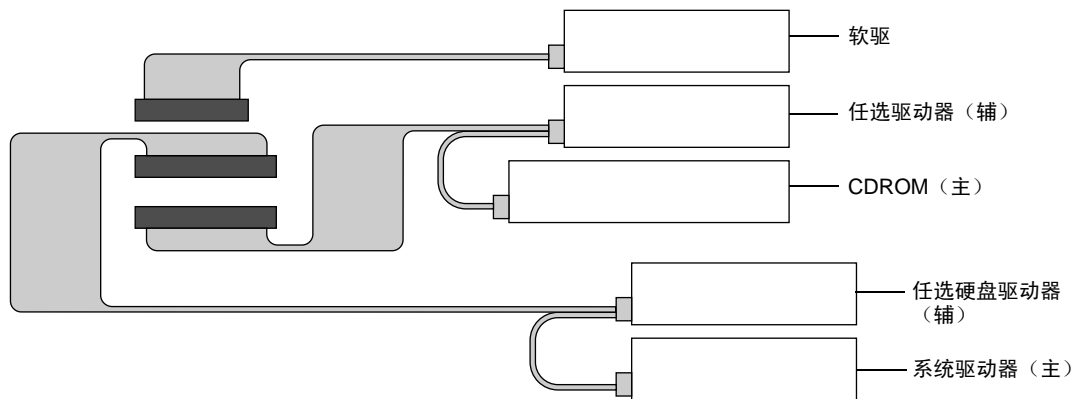
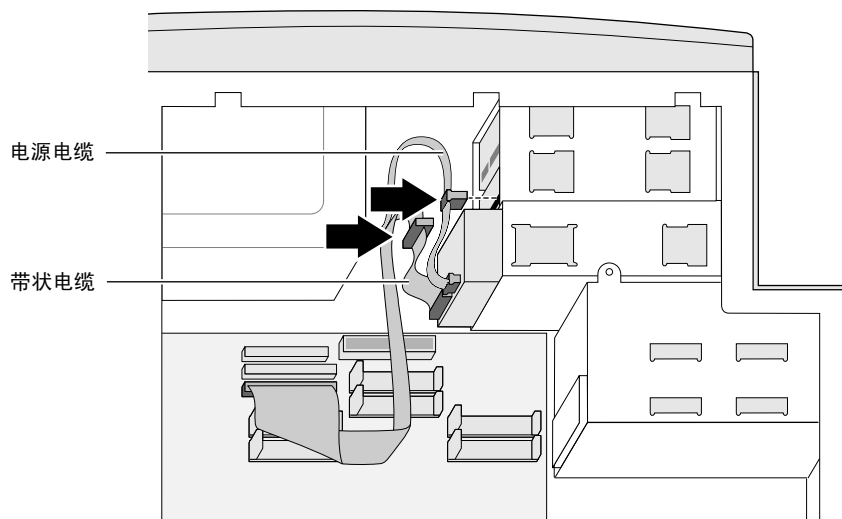
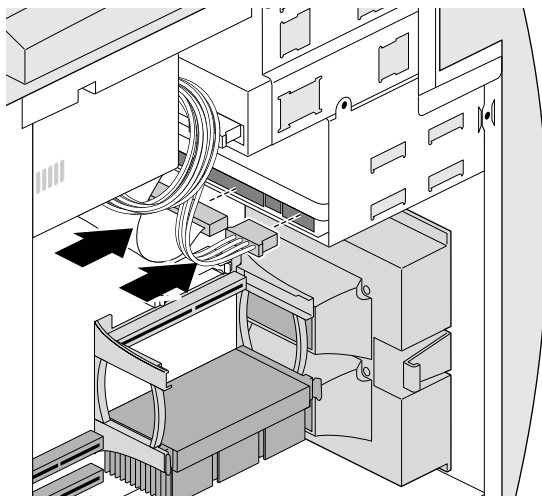

图 4-1 内部 EIDE 驱动器的配置与电缆连接
图 4-6 将电缆连接到可拆除介质驱动器
图 4-14 将电缆连接到内部硬盘驱动器
参考图 4-1 可获得内部 EIDE 驱动器的正确配置与电缆连接信息。
9. 连接电源电缆和带状电缆，具体如图 4-6 所示。如要查看驱动器带状电缆的正确连接图表，请参阅图 4-1。
- 检查确保电源电缆和带状电缆已正确连至驱动器后部（见图 4-1）。
12. 将电源电缆和带状电缆连接到驱动器（如果安装了的话，也可能是多个驱动器）的后部。具体如图 4-14 所示。如要查看驱动器带状电缆的正确连接图表，请参阅图 4-1。